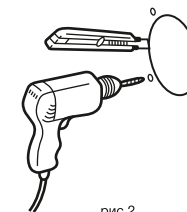

рис.2
4. Вырежьте размеченное отверстие и просверлите места для крепежных болтов. (рис.2)